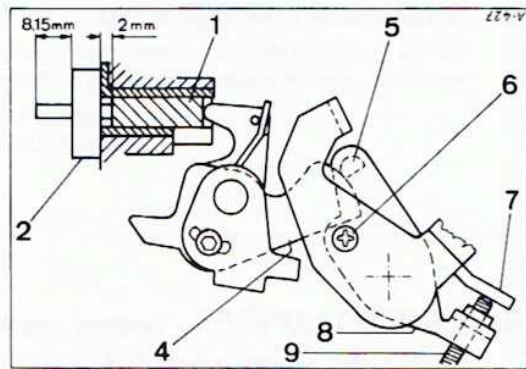

Bild 25
2.2 Drosselklappenspalt, Warmlaufstellung (Bild 25 – 27)
Hinweis: Auf richtige Lage des Schiebers (1) Bild 25 achten.